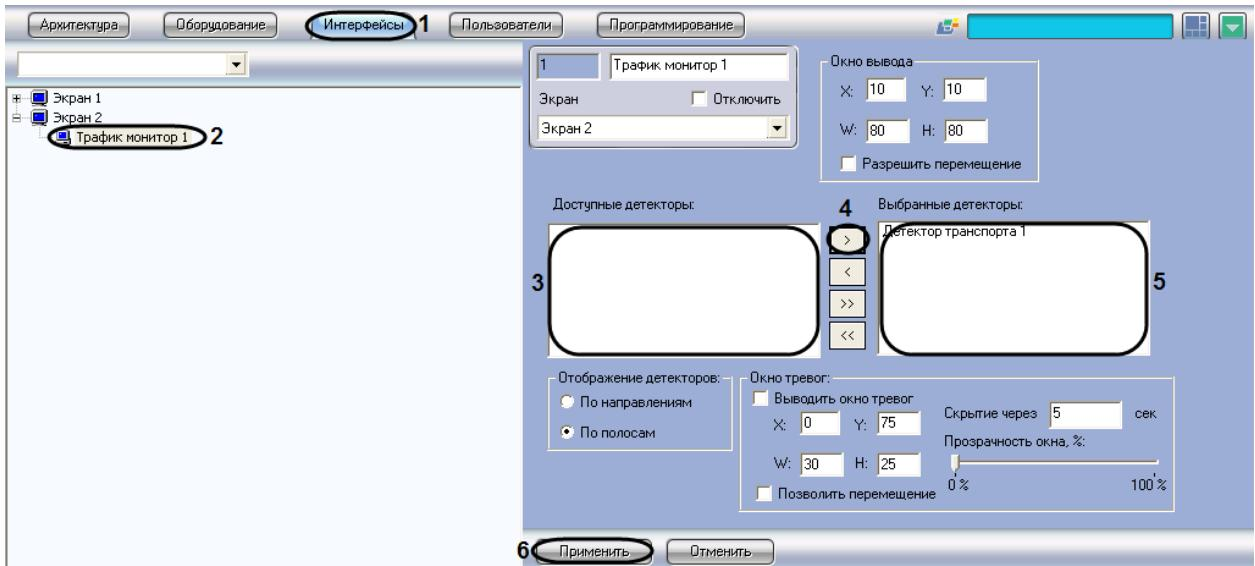

Рис. 7.8—2. Выбор детектора движения
4. Нажать кнопку «» для перемещения выбранного значения в список «Выбранные детекторы» (см. Рис. 7.8—2, 4-5).
5. Нажать кнопку «Применить» для сохранения настроек (см. Рис. 7.8—2, 6).